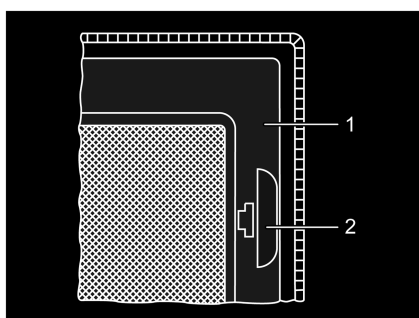

Fig. 60 Protección contra insectos
- Tirar del tirador (Fig. 60,2).
- Plegar hacia abajo la protección contra insectos (Fig. 60,1).
- Plegar hacia arriba la protección contra insectos (Fig. 60,1) hasta que engatille.